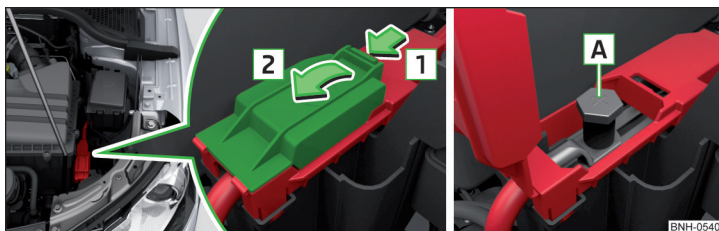

Fig. 157 Pornirea asistată: Autovehicule cu baterie în portbagaj
Polul plus se află sub un capac, în compartimentul motor » fig. 157.
- Conectați borna plus a cablului pentru pornire asistată în poziția **A** » fig. 157.